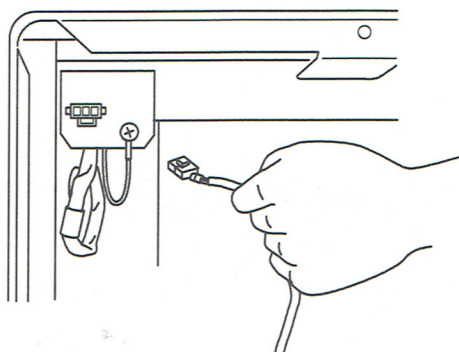

図 16
3. 製品側のコネクタに付いているカバーを外し(下部のロック部を押しながら)、記録計の電源コネクタを、製品側に用意されているコネクタに接続します。(図 16)